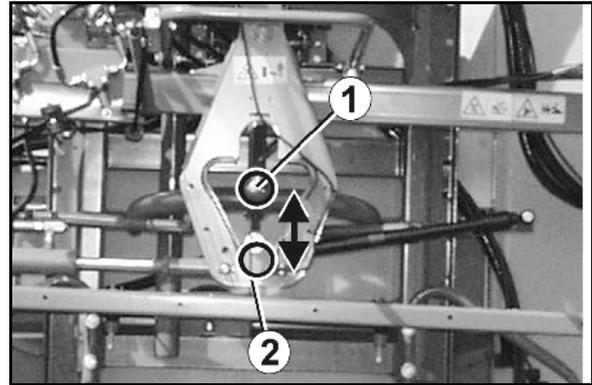

Fig. 84
**Schwingungsausgleich (Fig. 84/1) entriegeln:**
**Schwingungsausgleich (Fig. 84/2) verriegeln:**
- Verriegelt ist der Schwingungsausgleich (Fig. 84/2), wenn im Display das geschlossene Schloss-Symbol erscheint.